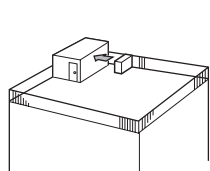

Fig. 2-3
- ① Positionner la sortie d'air vers le mur le plus proche et à environ 500 mm de celui-ci. (Fig. 2-3)